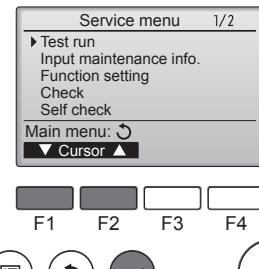

Fig. 7-1
- 從維修選單選擇“試運轉”，並按下 [SELECT] 按鈕。（Fig. 7-1）